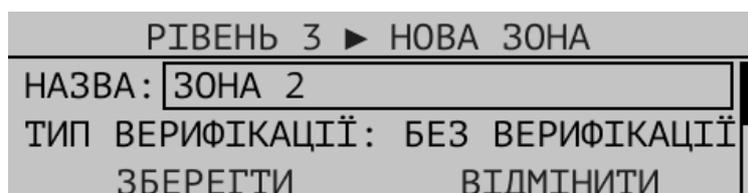

Рисунок 10.3.2 – Додавання зони в СПСА
10.3.2.1 Для додавання зони потрібно увійти в розділ меню «Зони» та натиснути кнопку [F2]. На дисплеї з'явиться вікно налаштування нової зони (Рис. 10.3.2).